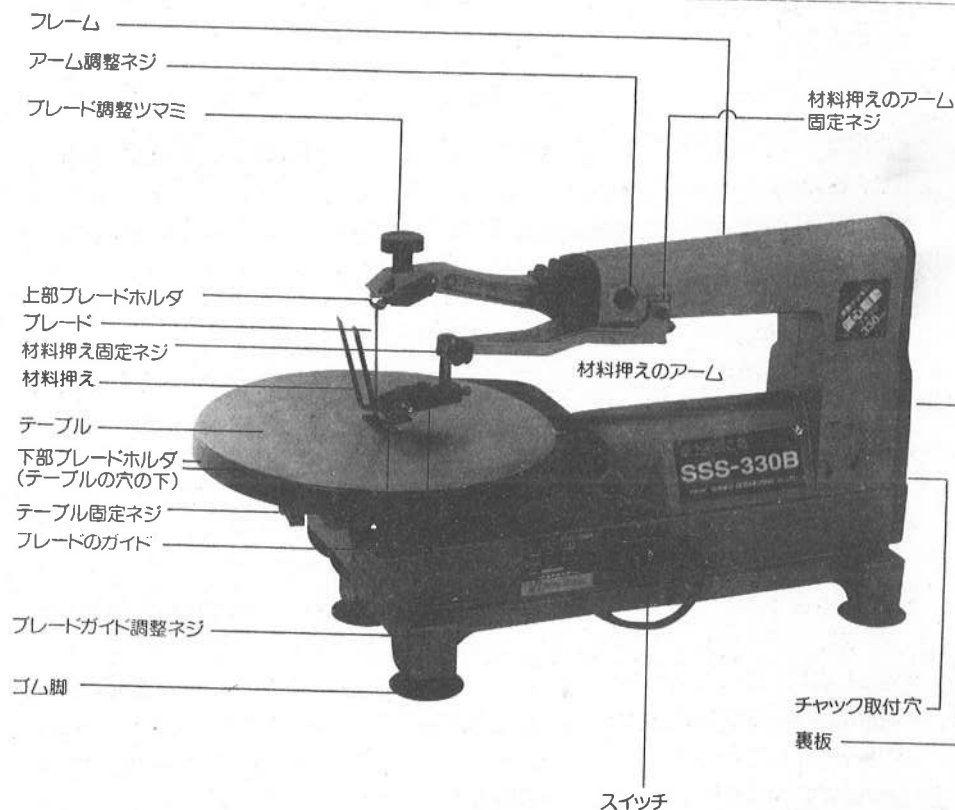

図1
- 付属のゴム脚を裏から差し込み、ゴム脚固定ネジで確実に固定してください。(図1参照)